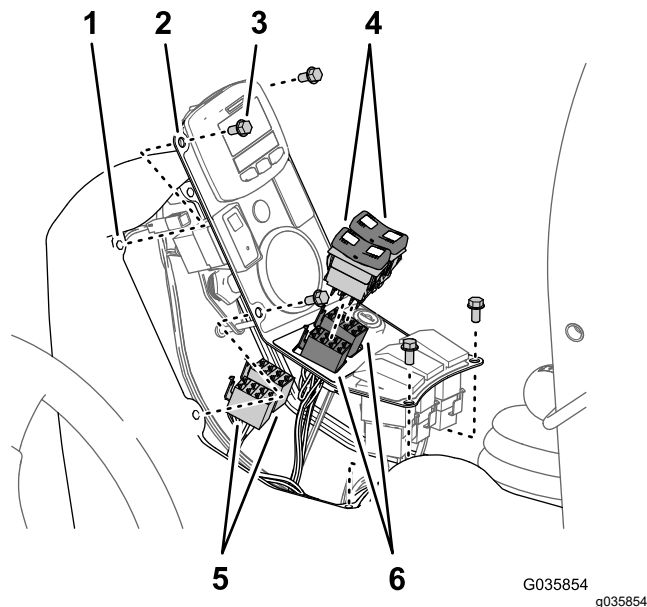
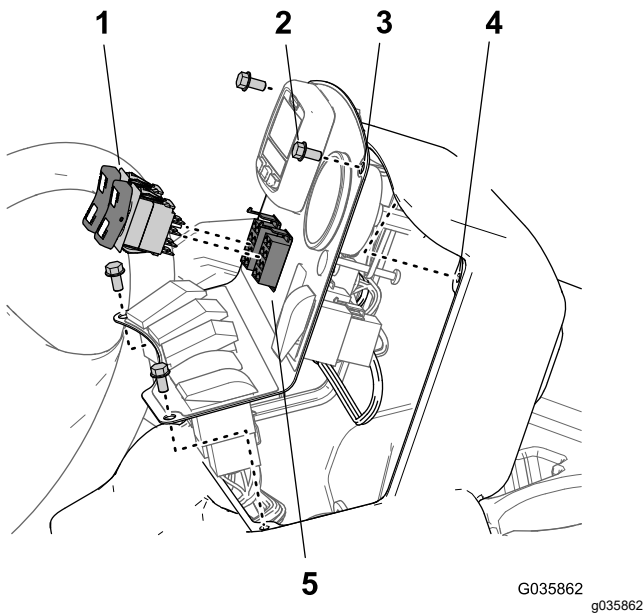

图 37
图 38
1. 卸下将开关面板固定至中央控制台的 4 个凸缘头螺栓 $\frac{1}{4} \times \frac{1}{2}$ 英寸并升起面板**图 37**或**图 28**。
2. 从喷洒臂升降开关上断机器线束的 8 插槽接头图 37 或 图 38。
3. 将摇臂开关接入超声波喷洒臂修整套件线束的 8 插槽接头图 37 或 图 38。
5. 将开关面板中的孔与控制台框架对齐图 37 或 图 38。
6. 使用您在步骤 1 中拆下的 4 个凸缘头螺栓 $\frac{1}{4} \times \frac{1}{2}$ 英寸图 37 或 图 38 将侧盖固定至中央控制台。